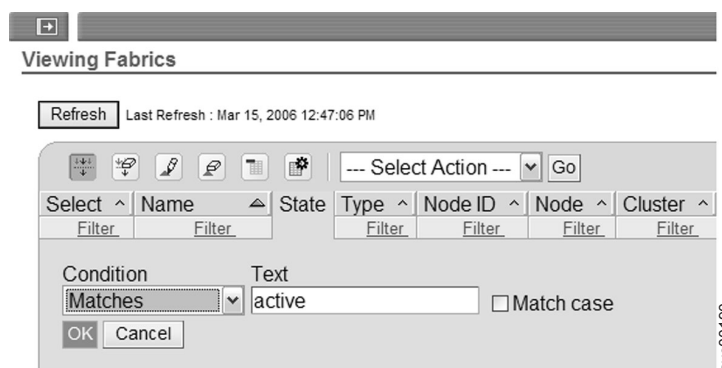

図 13. すべてのアクティブ・デバイスの表示
3. 「条件」メニューで「一致」を選択し、「OK」をクリックします。図 13 を参照してください。